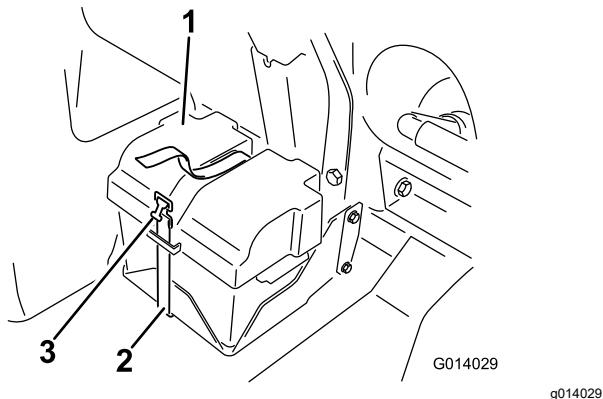

Figure 94
- Déposez le couvercle de la batterie et débranchez le câble de masse négatif (noir) de la borne de la batterie (Figure 94).
- Posez le couvercle de la batterie et fixez-le avec la sangle retirée précédemment (Figure 94).